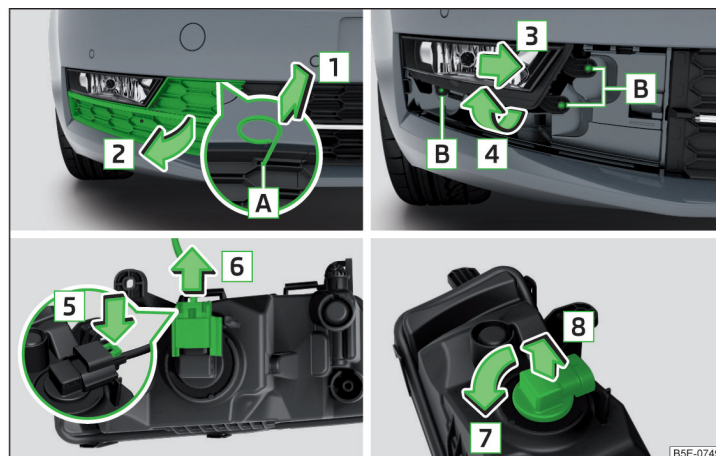

Fig. 359 Démontage du feu antibrouillard/remplacement de l'ampoule - variante 1
- Insérer l'étrier dans l'orifice **A** pour retirer les enjoliveurs intégraux de roue » fig. 359.
- Insérez le feu anti-brouillard dans le sens inverse de la flèche **4** » fig. 359, déplacez-le et vissez-le dans le sens inverse de la flèche **3**.